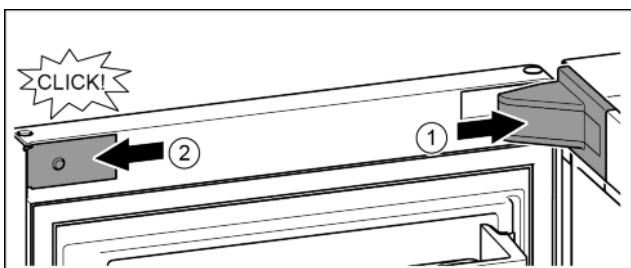

Fig. 23
- Встановіть та зафіксуйте кришку опорного кронштейна, у разі необхідності — обережно розтисніть. Fig. 23 (1)
► Встановіть збоку і зафіксуйте накладку. Fig. 23 (2)